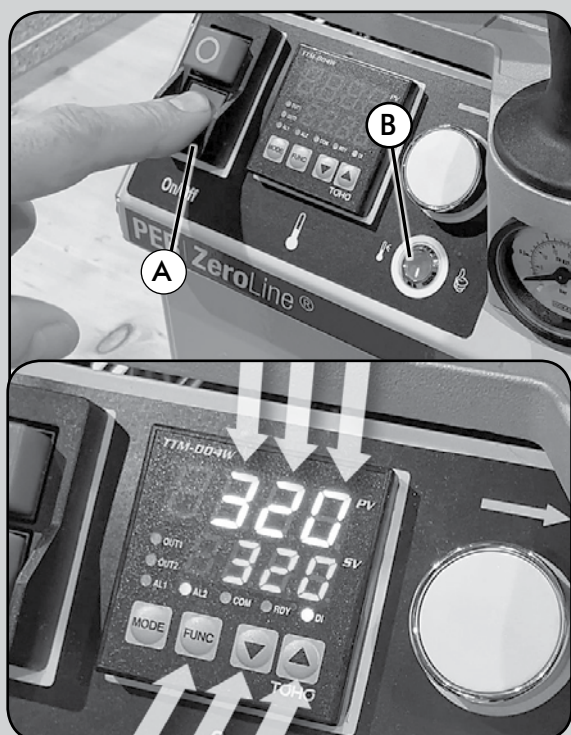

Abb. 13
Stellen Sie die Maschine auf eine ebene Fläche, damit sie stabil steht. Nachdem die Maschine an die Strom- und Druckluftversorgung angeschlossen wurde, drücken Sie auf die grüne Taste des Hauptschalters A (Abb. 13).
Wählen Sie die erforderliche Arbeitstemperatur aus, indem Sie auf FUNC + ▼▲ (Abb. 13) drücken, um den Wert der Arbeitstemperatur in jeder Ziffernposition zu bestimmen. Innerhalb von etwa 4 Minuten erreicht die Maschine die Arbeitstemperatur, und die grüne Kontrollleuchte leuchtet auf (B), um anzuzeigen, dass Sie mit dem Kantanleimen beginnen können.